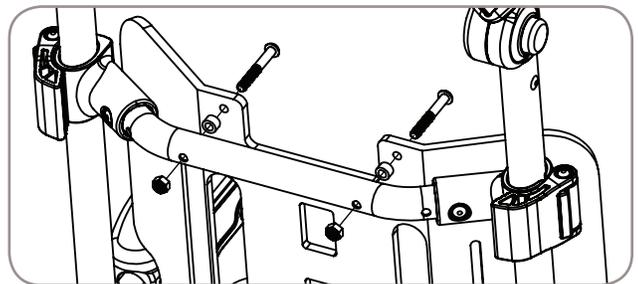

Figure 17
2. Retirez les boulons qui fixent la plaque arrière au tube transversal à l'aide d'une clé hexagonale de 4 mm et d'une clé de 10 mm. Consultez la figure 17.